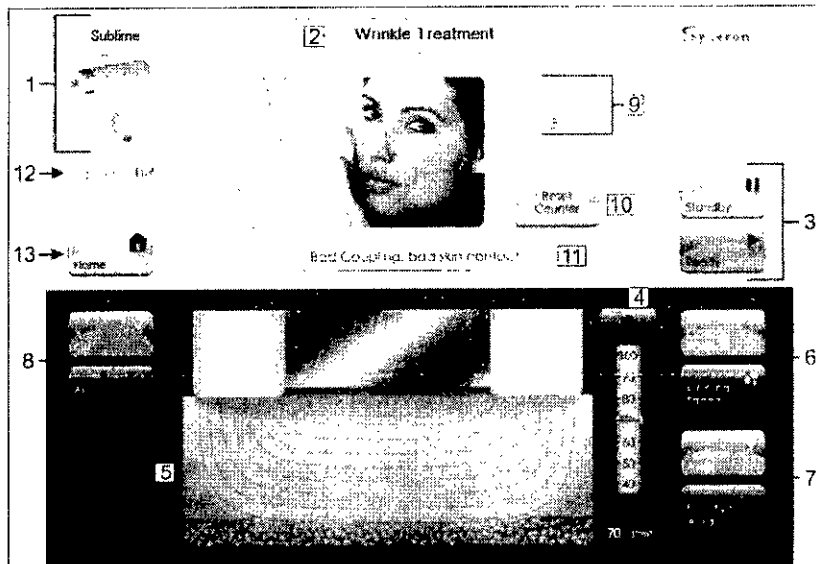

Figura 4-7: Elementos de la pantalla Sublime Treatment [Tratamiento Sublime]
- Cuando está pulsado el botón **Sublime** no es necesario seleccionar programa; el sistema pasa directamente a la pantalla **Sublime Treatment** [tratamiento Sublime] (consulte la Figura 4-7).
La Figura 4-7 presenta la pantalla principal de **Sublime Treatment** [Tratamiento Sublime]. Los números de la ilustración corresponden a las siguientes explicaciones y definiciones numeradas de los elementos de la pantalla: